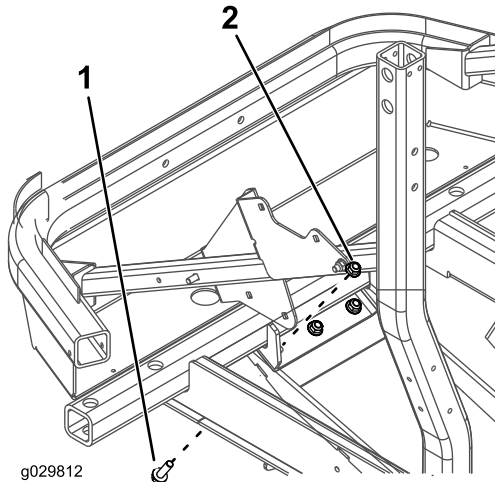

Bild 1
1. Nehmen Sie die drei Schrauben und drei Muttern vom Unterfahrschutz ab (Bild 1).